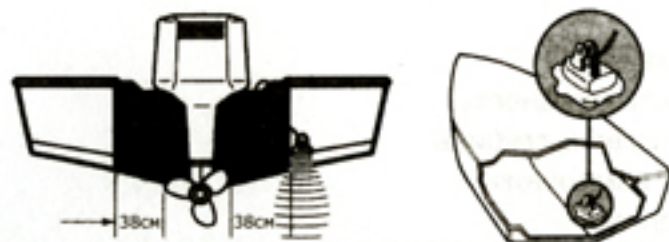

Рис. 1. Место крепления датчика на транце и внутри корпуса.
- Турбулентность также создается работой винта мотора. Постарайтесь найти место на расстоянии более 38 см (15") от лопастей винта (рис. 1).